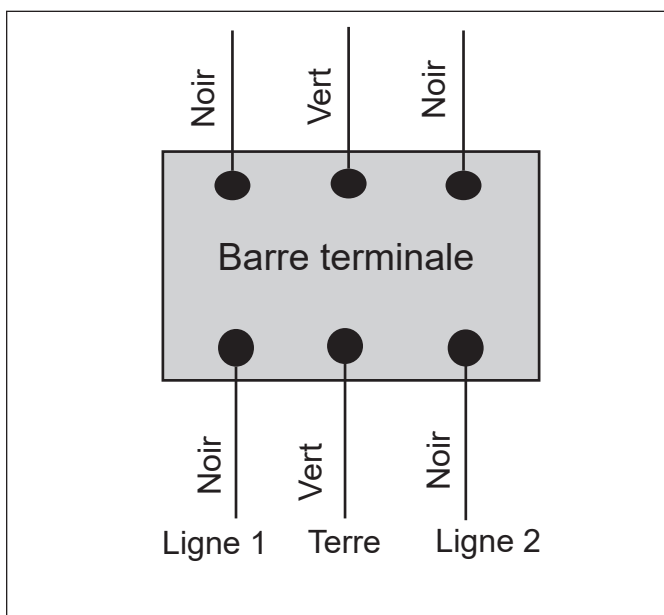

Figure 7. Câblage en usine direct LX2 pour une unité de 220 volts
- Pour un fonctionnement en 220 volts, branchez un des fils noirs à la ligne 1 et l'autre fil noir à la ligne 2. Voir la Figure 7.